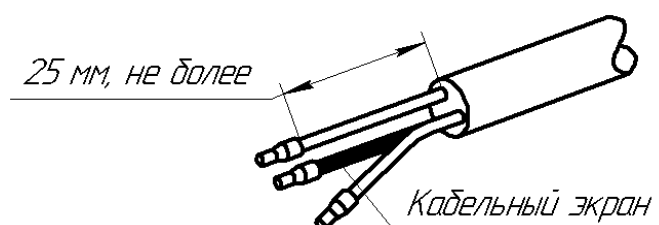

Рисунок 2.18 – Подготовка кабелей цепи электродов и катушек индуктивности
- проверить корректность присоединения сигнального кабеля и кабеля возбуждения катушек: разделка кабеля должна быть произведена строго в соответствии с рис. 2.18;